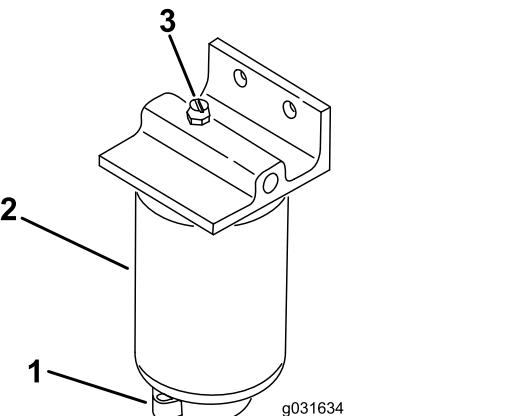

図 52
2. フィルタ容器図 52下部のドレンプラグをゆるめて水や異物を流し出す。
1. フィルタの取り付け部周辺をウェスできれいにぬぐう図 52。